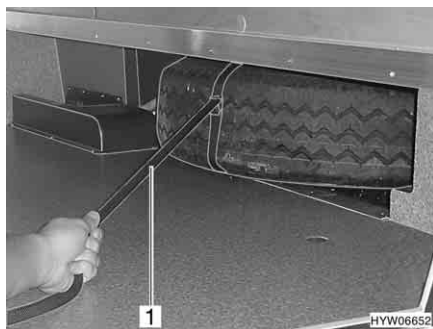

Fig. 221 Ruota di scorta nel doppio fondo
- Estrarre la ruota di scorta con la cinghia di arresto (Fig. 221,1).